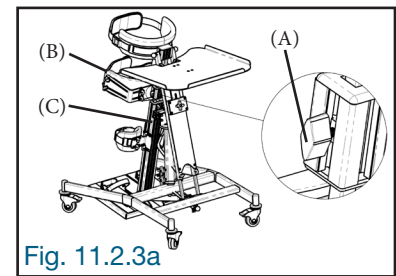

Fig. 11.2.3a
Dévisser légèrement le bouton de blocage (A) de chaque côté du bloc de la butée des hanches (B), ajuster en hauteur la butée des hanches (B) sur le châssis (C) et resserrer fermement les boutons de blocage (A) (Fig. 11.2.3a).